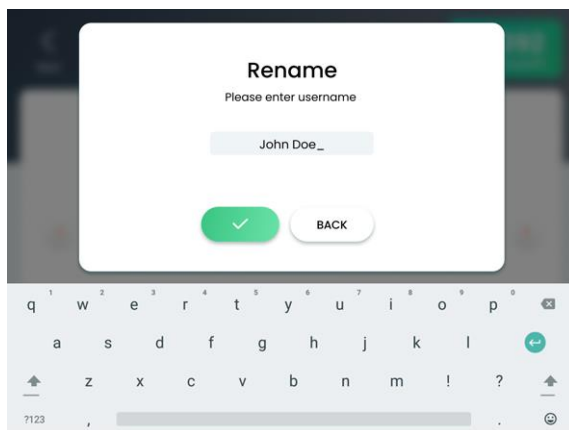

Figura 6-7. Pantalla de cambio de nombre
3. Pulse el botón **Rename** (Cambiar nombre); aparecerá la pantalla de cambio de nombre, como se muestra en la Figura 6-7.
4. Utilice el teclado virtual para escribir el nombre de usuario que desee, como se muestra en la Figura 6-7.